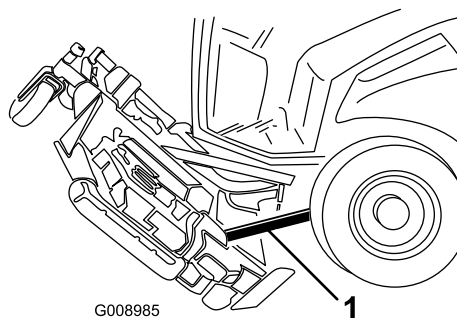

Figure 137
6. Placez une cale en bois entre l'arrière du plateau de coupe et la machine (Figure 137).